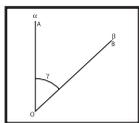

Abb. 8
- Richten Sie die vertikale Linie auf Punkt A aus – siehe Abb. 8.